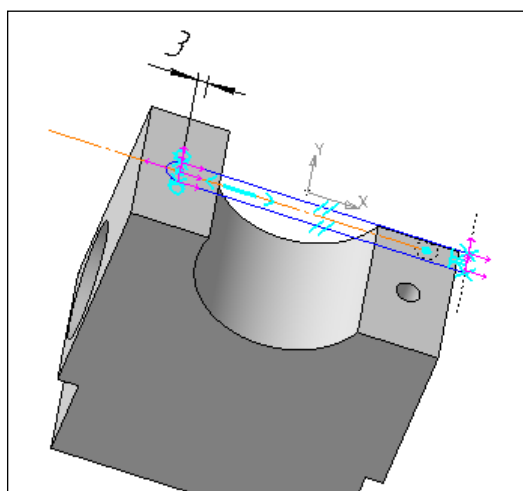

Рис. 4.41. Параметризация эскиза
- ♦ вызовите команду **Линейный размер** из панели **Размеры**. На Панели свойств установите тип ориентации **Горизонтальный**. Укажите невидимое ребро модели. Система создаст вспомогательную проекцию ребра. Затем укажите центр окружности. На экране появится окно **Установить значение размера**. Введите необходимое значение размера (3) и нажмите кнопку **ОК**;
- ♦ далее проверим, полностью ли определен эскиз. Для этого на панели **Параметризация** нажмите кнопку **Отображать степени свободы**. На эскизе отобразились степени свободы эскиз (рис. 4.41). Эскиз определен не полностью. Наложим ограничения на объекты эскиза;